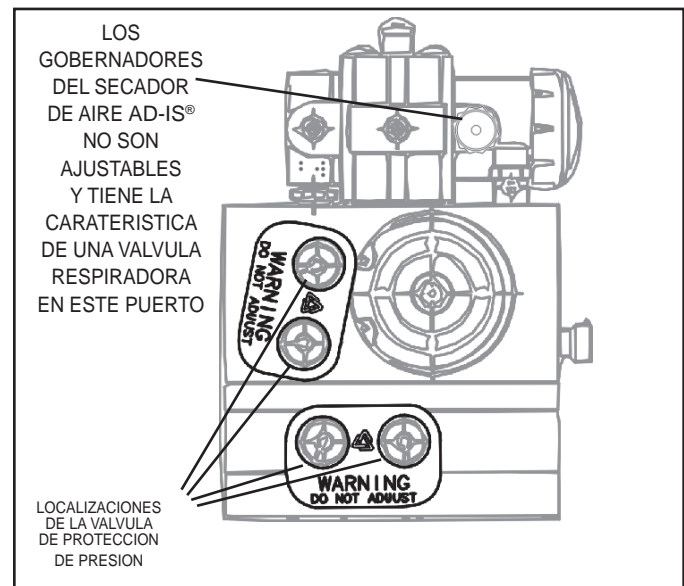

FIGURA 5 - LOCALIZACIONES DE LA VALVULA DE PROTECCION DE PRESION
**NOTA:** No se consiguen juegos para reparar las válvulas de protección de presión. (Vea la Figura 5). No intente ajustar o reparar las válvulas de protección de presión - estas válvulas no se pueden reparar.